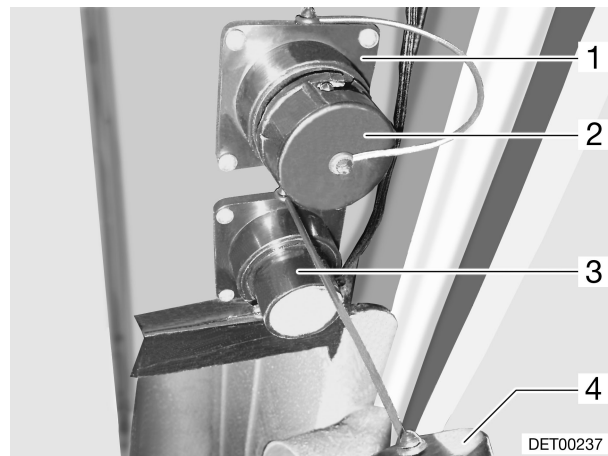

Bild 130 Frischwasser-Ablaufstutzen und Abwasser-Ablaufstutzen
- Abdeckkappe (Bild 130,2) am Frischwasser-Ablaufstutzen (Bild 130,1) durch eine viertel Drehung im Uhrzeigersinn entriegeln und abnehmen.
- Geeigneten Ablaufschlauch an den Frischwasser-Ablaufstutzen (Bild 130,1) montieren oder geeigneten Auffangbehälter unter den Frischwasser-Ablaufstutzen stellen.
- Abdeckkappe (Bild 130,4) am Abwasser-Ablaufstutzen (Bild 130,3) durch eine viertel Drehung im Uhrzeigersinn entriegeln und abnehmen.